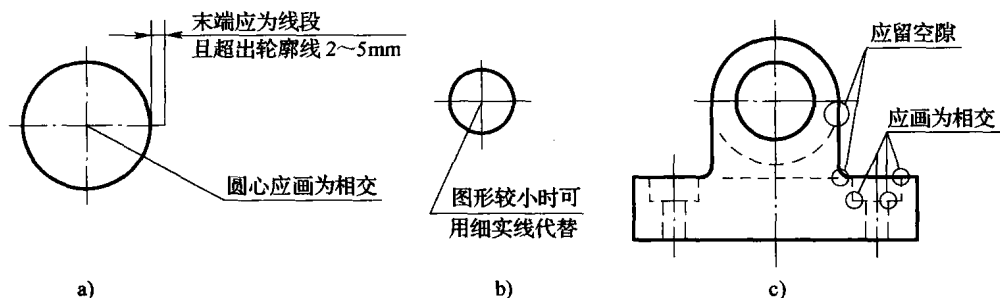

图 1—10 图线画法
(1) 所有线型的图线宽度  $d$  按图样的类型和尺寸大小选择。在同一图样中, 同类图线的宽度应基本一致。虚线、细点画线、粗点画线、细双点画线、双折线等的线段长度和间隔应各自大致相等。
(2) 图线的优先顺序为粗实线、虚线、点画线, 当线型不同的图线相互重叠时, 只画出排序在前的图线即可。
(3) 两条平行线之间的最小距离为 0.7 mm。
(4) 点画线和双点画线的起止两端一般为线段而不是点。如图 1—10a 所示, 习惯上, 点画线超出轮廓线 2~5 mm; 点画线与点画线或其他图线相交时, 相交处应为长画。当图形较小时, 可用细实线代替点画线, 如图 1—10b 所示。
(5) 如图 1—10c 所示, 虚线与虚线或与其他图线相交时, 应在画线处相交。当虚线在粗实线的延长线上时, 虚线与粗实线应留空隙。